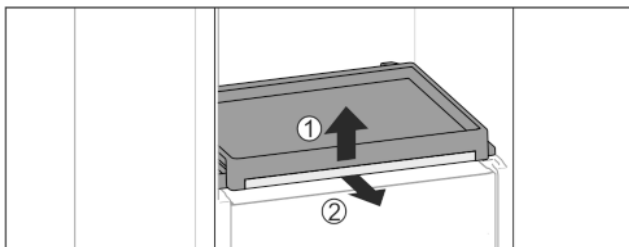

Fig. 37
- ▶ Auszugsbord mit Glasplatte entnehmen: Glasplatte vorne leicht anheben Fig. 37 (1) und nach vorne herausziehen Fig. 37 (2).